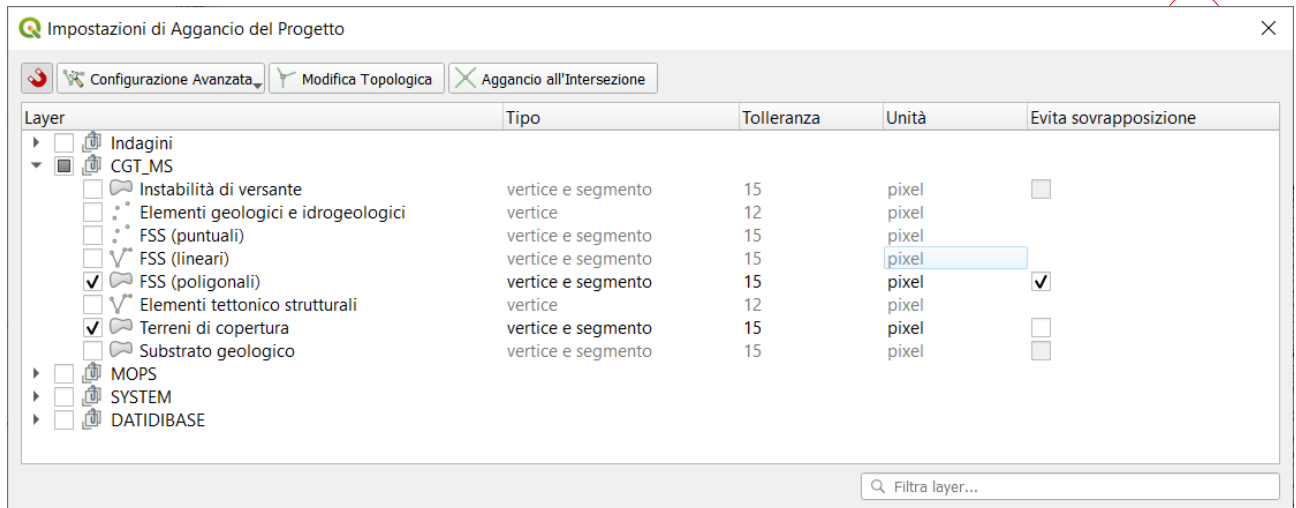

Figura 7
- **DISATTIVARE:** evita intersezioni del *layer* Terreni di copertura (vd. Figura 7)